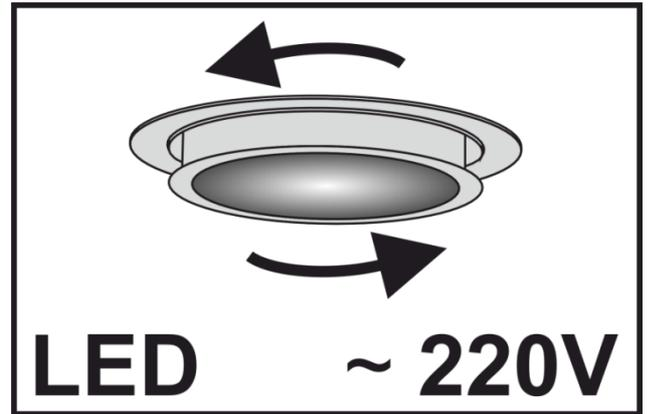

Fig.7
7.10 Sur la hotte sont établies les **LED** de la surbrillance de la zone ouvrière du fourneau. Avant le remplacement des lampes de l'éclairage il est nécessaire de débrancher la hotte du réseau électrique, donner la possibilité de se refroidir aux lampes. Pour le remplacement de la lampe il est nécessaire de déposer les filtres d'aluminium, presser la teneur de la douille de manière à la lampe est sortie du corps de la hotte et la tourner dans le sens horaire (**fig. 7**). Au lieu d'elle il est nécessaire d'établir la nouvelle avec les mêmes caractéristiques et établir les filtres.